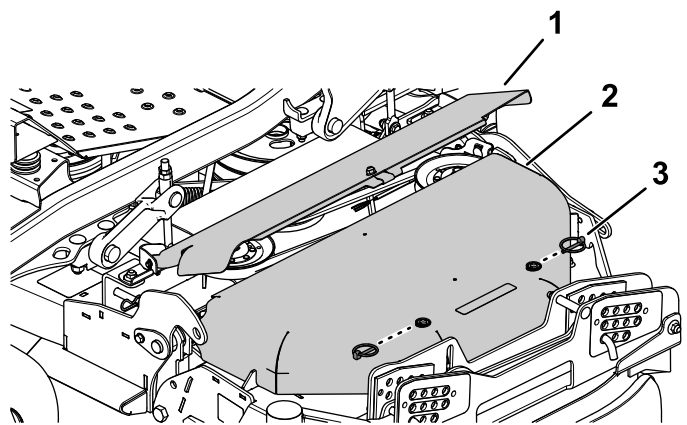

Figure 60
4. Enlevez les deux goupilles à anneau du couvercle de courroie extérieur et déposez ce dernier (Figure 60).
5. Faites pivoter le couvercle de courroie intérieur vers le haut (Figure 60).